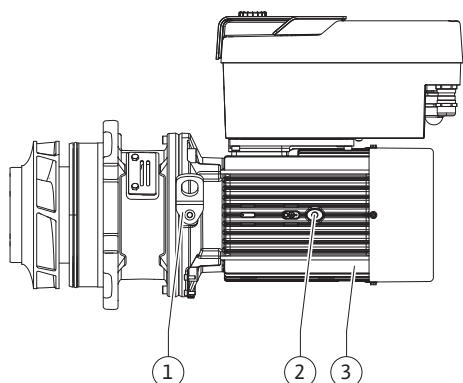

Fig. 107: Conjunto de encaixe
13. Introduzir o conjunto de encaixe (ver Fig. 107) no corpo da bomba, na posição anterior ou noutro ângulo pretendido. Respeitar aqui as posições de instalação autorizadas dos componentes (ver capítulo «Posições de instalação autorizadas e alteração da disposição dos componentes antes da instalação» [► 150]).
14. Recomenda-se a utilização das cavilhas de montagem (ver capítulo «Acessórios» [► 145]). Depois de a guia da lanterna engrenar perceptivelmente (cerca de 15 mm antes da posição final), já não existe perigo de basculamento ou de encravamento. Após a fixação do conjunto de encaixe com, pelo menos, um parafuso (Fig. I/III, pos. 10, ou Fig. III/IV, pos. 29), os meios de fixação podem ser removidos dos olhais de transporte.
15. Enroscar os parafusos (Fig. I/III, pos. 10, ou Fig. III/IV, pos. 29), mas ainda não apertá-los definitivamente. Ao enroscar os parafusos, o conjunto de encaixe é puxado para dentro do corpo da bomba.